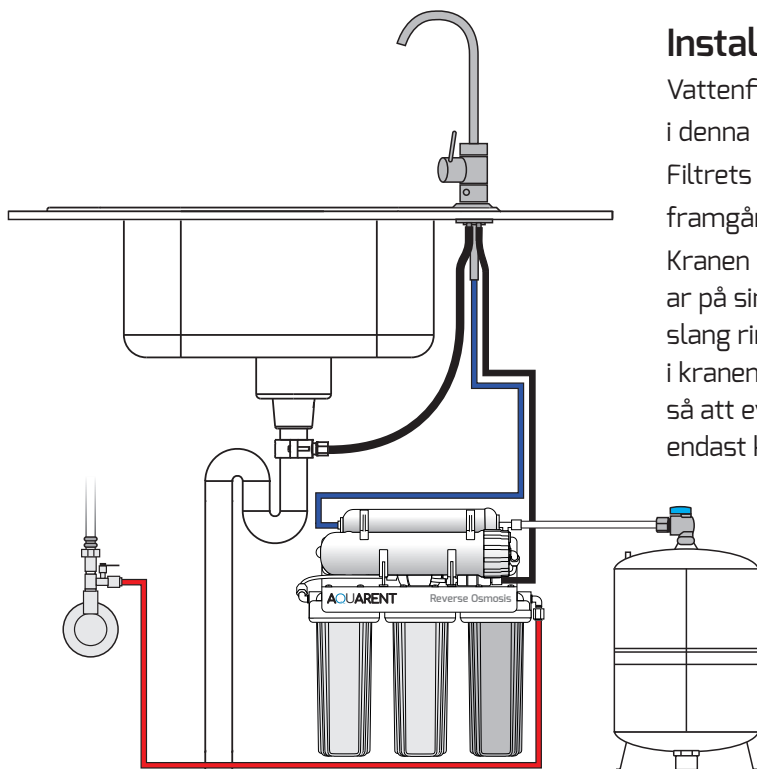
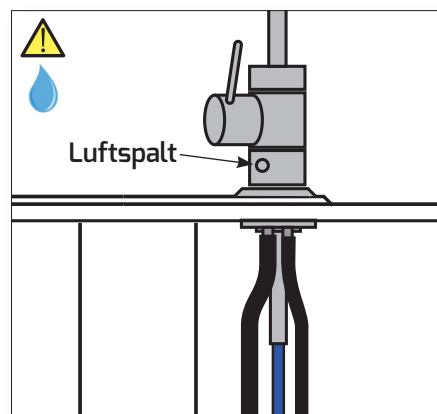
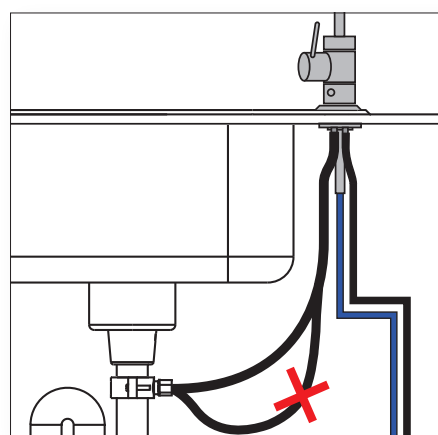

Bild 3.
Bild 8.
Bild 9.
Filtrets avloppsslangar ansluts till kranen såsom framgår av bild 3.
- Mät ut var tappkranen ska placeras. Tänk på att tappkranen är försedd med en inbyggd luftspalt för spolvattnet. Tillse att eventuellt utströmmande vatten ifrån luftspalten (bild 8) leds till diskhon för avrinning (vid anslutning enligt installationsprincip 1. Bild 3). Avsikten med luftspalt är att utesluta eventuell kontaminering av vattenfiltret vid avloppsstopp. Ansluts filtret enligt installationsprincip 2, bild 4, används inte den inbyggda luftspalten.
- Mät ut och markera var avloppsklamman ska placeras. Vid installation enligt installationsprincip 1 (se bild 3 sidan 5) är det mycket viktigt att avloppsklamman placeras så att självfall ifrån tappkranen till avloppet möjliggörs. (om slangen monteras utan självfall kommer spolvattnet ifrån filtret att strömma ut genom luftspaltens hål i kranen istället för att ledas till avloppet) Placering av avloppsklamman ska alltid ske innan befintligt vattenlås. Rekommenderad placering återfinns i bild 9 och 11.
- Den större svarta slangen (3/8") används endast om filtret monteras enligt installationsprincip 1, (se bild 3 sidan 5). Slangen leds fallande från tappkranen och ansluts i avloppsklamman. Tänk på att denna slang kräver självfall för att fungera.